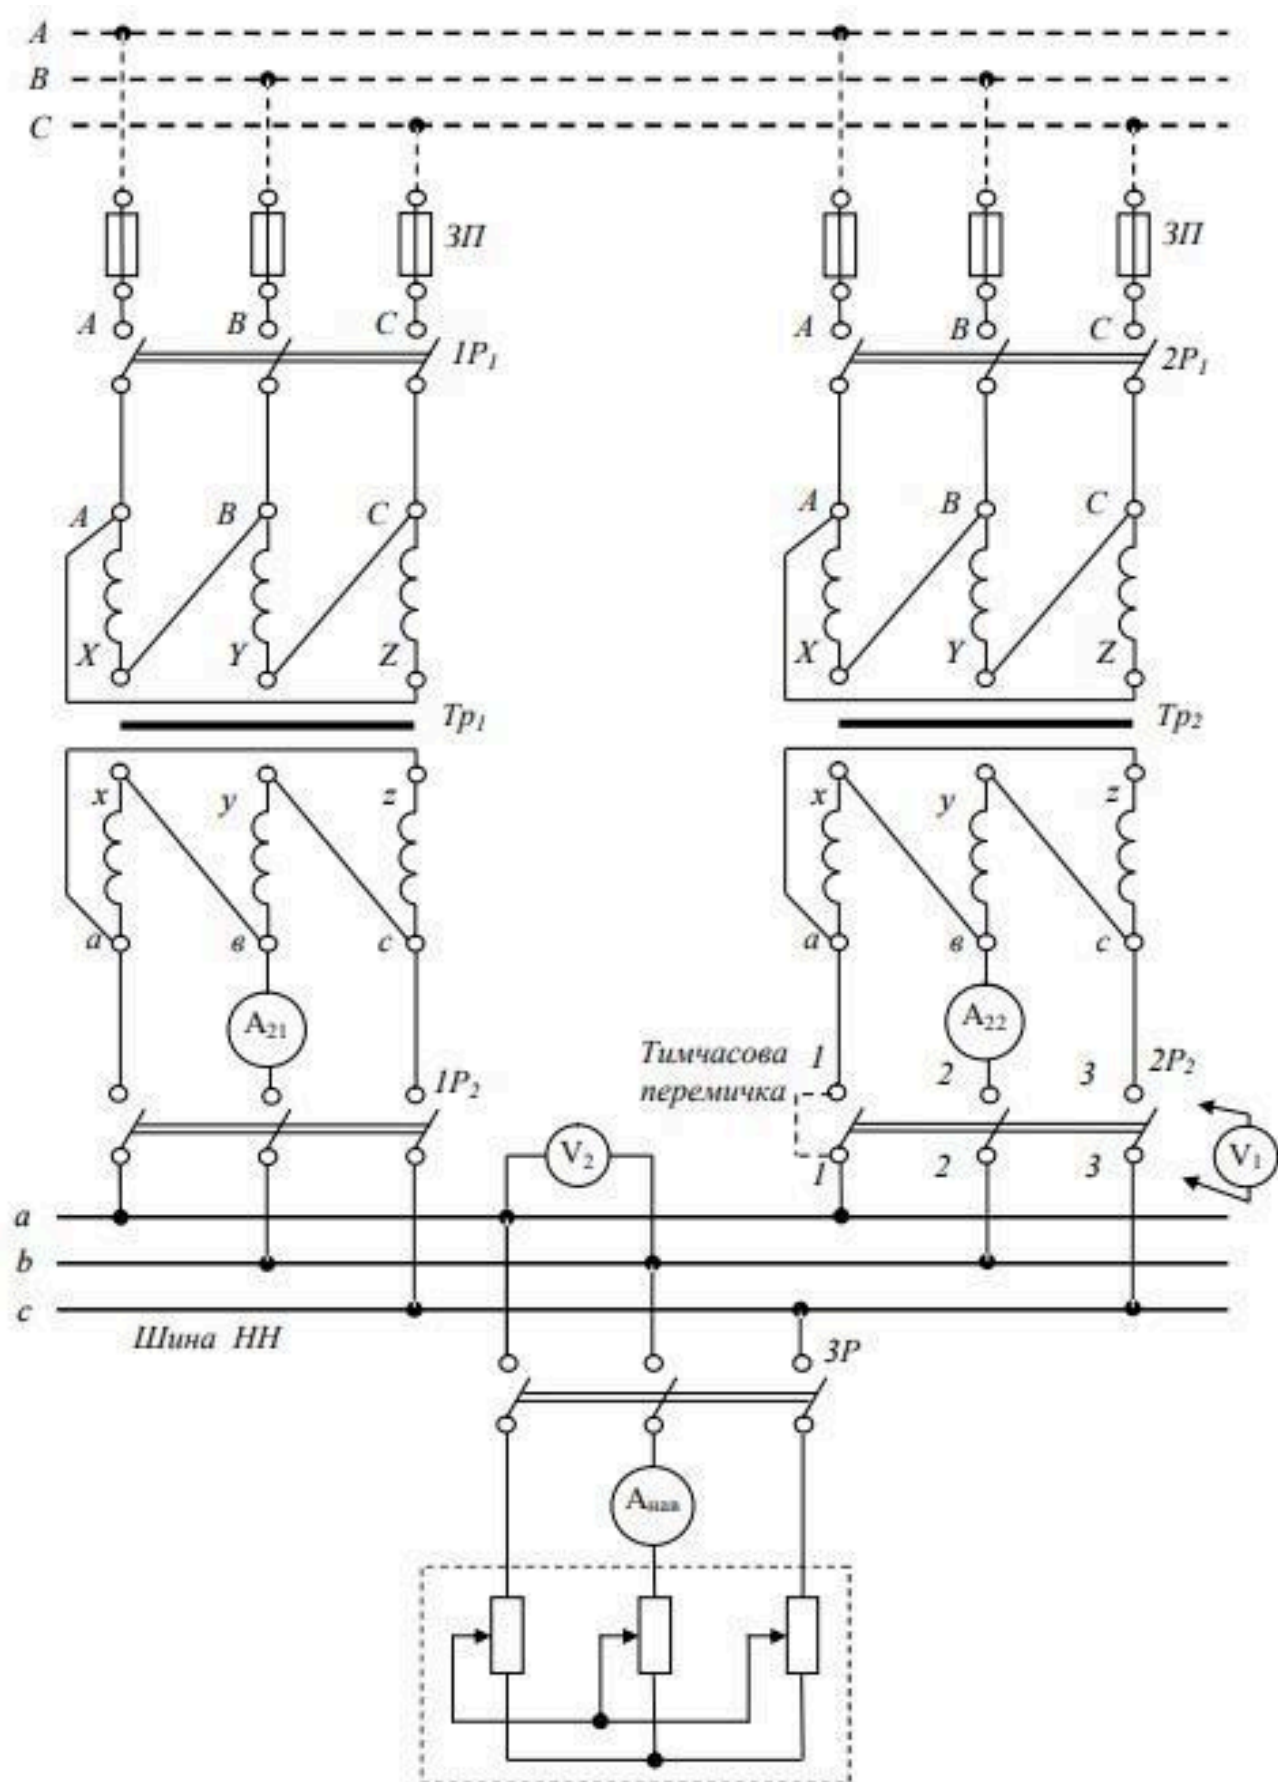

Рисунок 4.1. – Схема вмикання трансформаторів на паралельну
2.2. Зібрати схему вмикання трансформаторів на паралельну роботу (рис.4.1).
- 4.3. Схема вмикання трансформаторів на паралельну роботу (рис. 4.1).